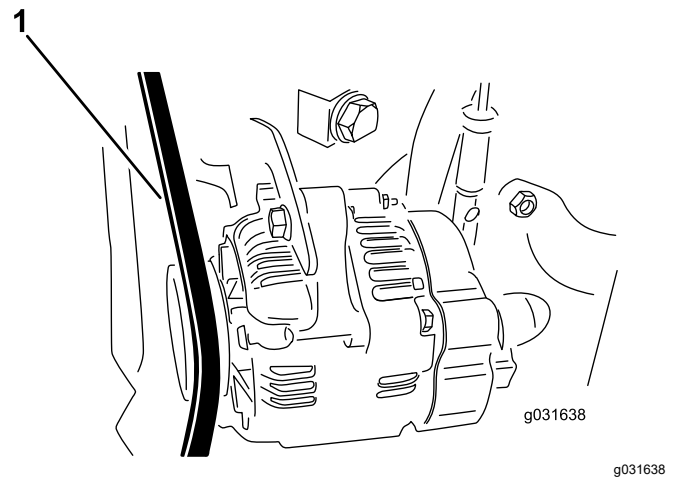

図 61
2. プーリとプーリの中間部でベルトを指で0.25 kg程度の力で押して点検する 図 61。